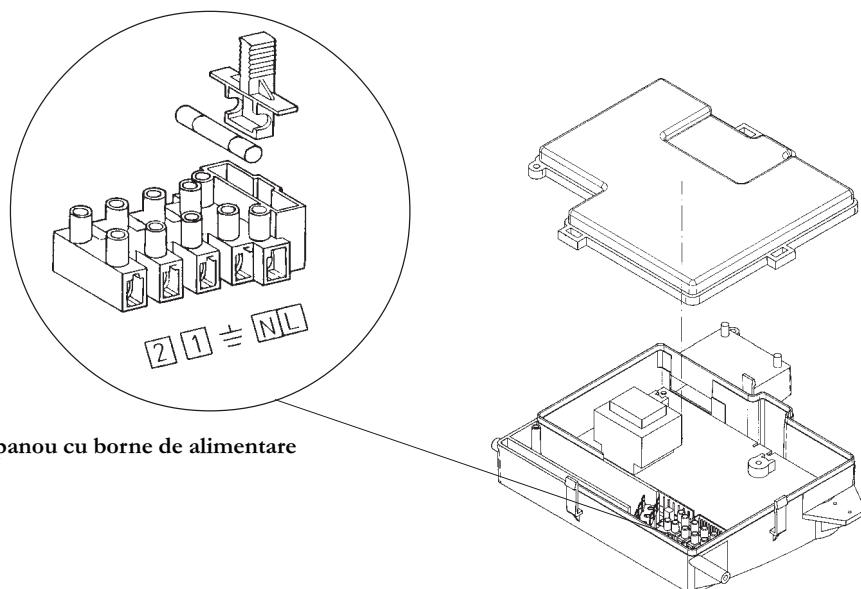

Figura 10
- îndepărtați capacul pentru a avea acces la zona conexiunilor electrice (figura 10).
- accesați panoul de borne de alimentare (figura 10) conform descrierii de la capitolul precedent;
- îndepărtați puntea de curent existentă pe bornele (1) și (2);